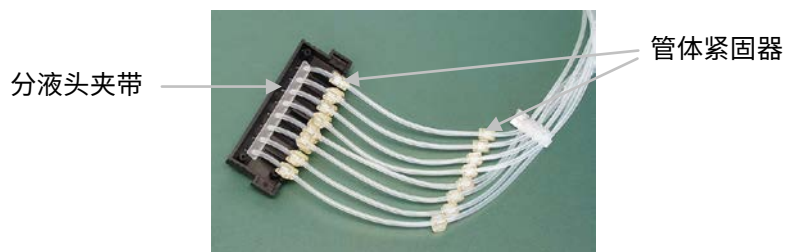
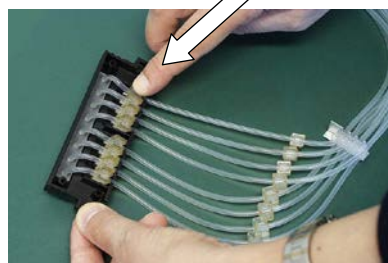
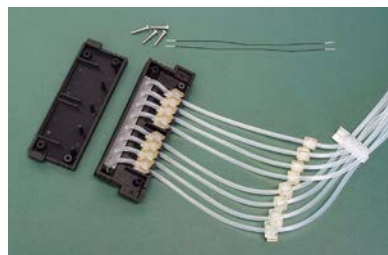

图 5-36.将分液头夹带插入分液盒下部的盖板
图 5-37.将管体紧固器按压到位
图 5-38.新管体已插入分液盒下部的盖板
3. 将分液头夹带插入，使分液头穿过分液盒下部的孔内(图 5-36)。将小立方管紧固器按压到位，以将管体导引通过侧壁上 8 个开口(图 5-37)。确保每个管体位于其制定的开口内(图 5-38)。